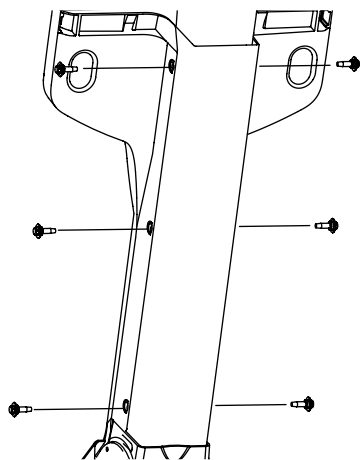

Figura 2-6
9. Asegure la consola en su lugar con los seis tornillos con reborde. Consulte la Figura 2-6. Ajuste los tornillos con reborde a 60 in/lb (+/- 20 %).